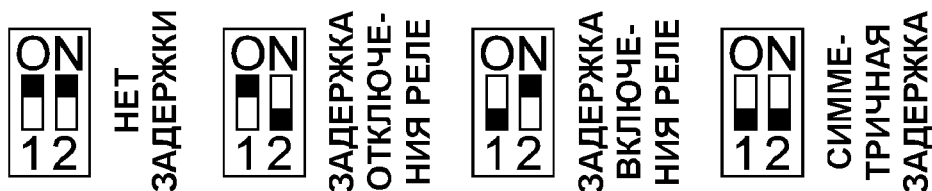

Рис. 5. Внутренние переключатели сигнализатора.
Задержка между появлением (пропаданием) сигнала и переключением контактов реле задается регулятором «Время» и состоянием переключателей 1 и 2. Если необходима только задержка на включение или задержка на выключение реле, то размыкается один из переключателей, при необходимости симметричной задержки - оба. Состояние переключателей показано на рис. 5.
13. Установить переключатели времени задержки каждого канала в соответствие с рис. 5. Регуляторами «Время 1» и «Время 2» следует установить задержку на переключение контактов реле соответствующего канала.